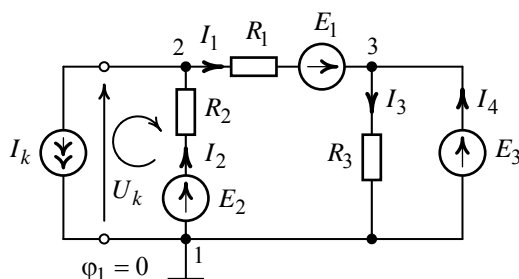

Рис. 8.2
Потенциал узловой точки 1 (рис. 8.2) примем равным нулю ($\varphi_1 = 0$). Тогда потенциал узловой точки 3 (рис. 8.2) равен E_3 ($\varphi_3 = E_3$).
5. Зададим положительное направление токов в ветвях схемы, как указано на рис. 8.2. По закону Ома выразим токи:
6. Определяем режимы работы источников энергии. Отрицательный знак для тока I_4 означает, что действительное направление тока противоположно указанному на схеме (рис. 8.2). Из этого следует, что источник E_3 работает в режиме приемника (потребителя) электрической энергии. Его мощность